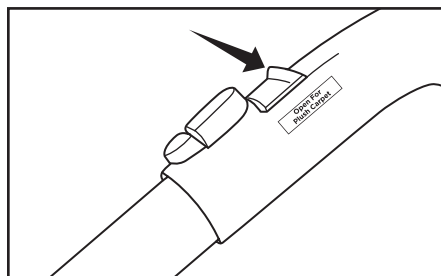

Fig. 3
- Localisez la valve de décharge d'aspiration sur la poignée du tuyau et faites-la glisser vers l'arrière (Fig. 3). Cela réduit la puissance d'aspiration traversant l'outil. Faites glisser la valve vers l'avant lorsque vous avez terminé pour rétablir la pleine puissance d'aspiration.